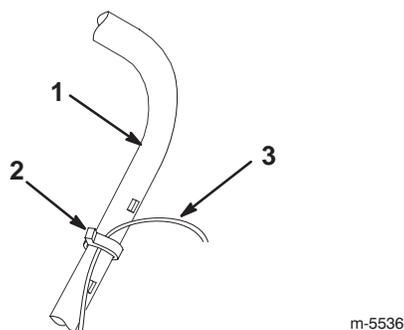

Figure 4
1. Coupez l'attache en plastique qui lie le câble de commande de la turbine au mancheron (Fig. 4).